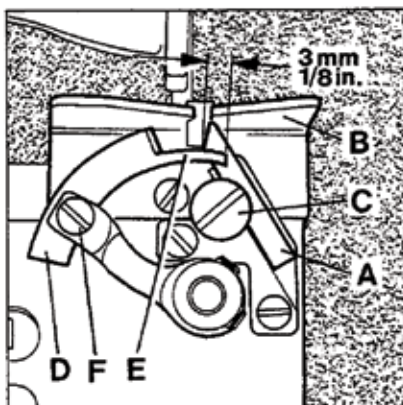

Fig.11
Set the fixed knife (A, Fig. 11) so its tip sits close to the underside of the throat plat (B). For adjustment loosen screw (C) and move knife up or down in its holder as required. Retighten screw.
Stellen Sie das feststehende Messer (A, Fig. 11) so, dass seine Spitze an der Stichplattenunterseite (B) anliegt. Zum Einstellen lösen Sie die Schraube (C) und schieben das Messer im Halter nach Bedarf nach oben oder unten. Ziehen Sie die Schraube wieder an.
Stellen Sie das bewegliche Messer (D, Fig. 11) so, dass es innerhalb seiner Schwingbewegung unter der Stichplattenunterseite gerade freigeht. Der Führungzapfen (E) soll in der am weitesten geöffneten Stellung der Messer das feststehende Messer 3 mm überlappen.